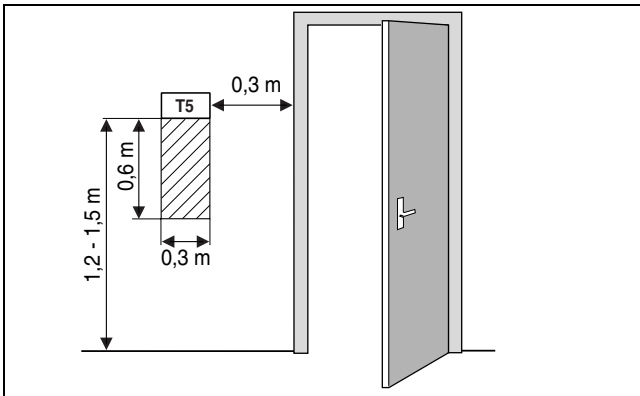

Fig. 45 Luogo di installazione consigliato per la sonda di temperatura ambiente
- Mantenere libera l'area sottostante la sonda di temperatura della parete tratteggiata in figura per permettere la libera circolazione dell'aria ambiente (fig. 45).